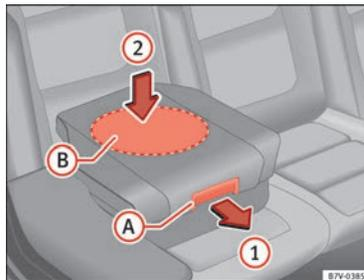

Abb. 33 Integrierter Kindersitz: Sitzpolster zurückklappen.
- Sitzpolster am Entriegelungshebel \Rightarrow Abb. 33 **(A)** in Pfeilrichtung **(1)** nach vorn ziehen.